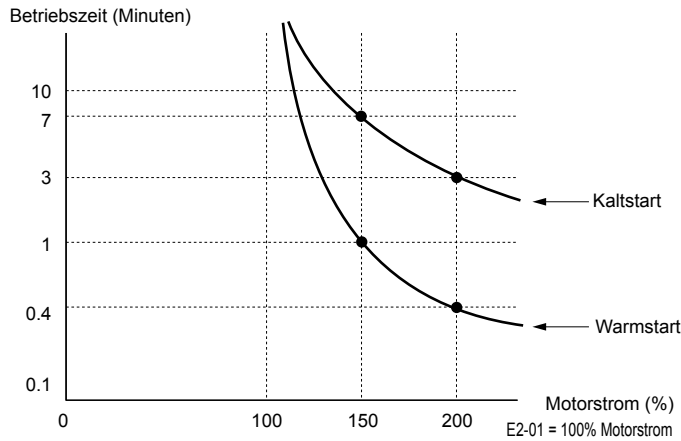

Abb. 5.74 Motorschutz-Betriebszeit
- **Abb. 5.74** zeigt ein Beispiel der thermischen Überlastschutzzeit bei einem Universalmotor bei 60 Hz, für den der Parameter L1-02 auf eine Minute eingestellt ist.